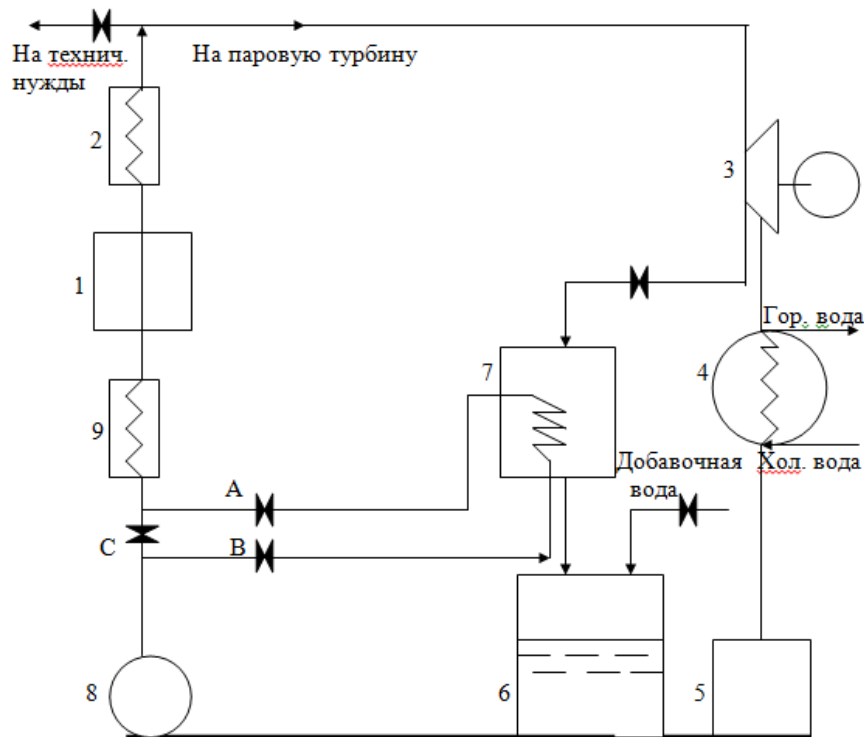

Рис. 1. Схема паросиловой установки:
2.1. Изучить принципиальную схему паросиловой установки (ПСУ), представленной на рис. 1. Ознакомиться с процессом производства пара с помощью данной ПСУ, уяснить функциональное назначение входящих в эту схему элементов. Затем приступить к следующим этапам.
2.2.3. Определение температуры конденсата $t_k = f(p_k)$ в конденсаторе 4 (рис. 1) по таблице 3. При этом давление насыщенных паров в конденсаторе вычисляется по формуле
2.2.4. Определить температуру смеси конденсата и добавочной воды в питательном баке 6 (рис.1).
Абсолютное давление смеси газов в экономайзере 9 (рис.1) найдется из выражения
Если при этих вычислениях будет иметь место неравенство $t_{\text{ПИТ.В.}} > t_{\text{СМ}}$, то вода перед подачей на экономайзер подвергается паровому подогреву. Для этого надо открыть вентили А, В и закрыть вентиль С (рис.1).